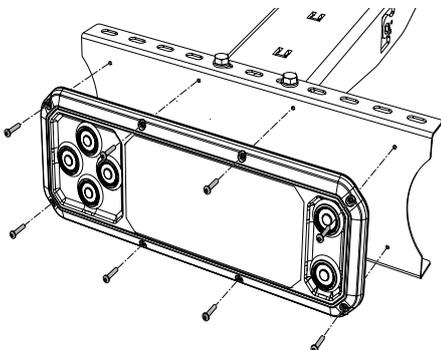

Abbildung 47. Montage der Schalttafel CD20
3. Montieren Sie den Stellmotor an der Befestigungsplatte, siehe Abbildung 47.